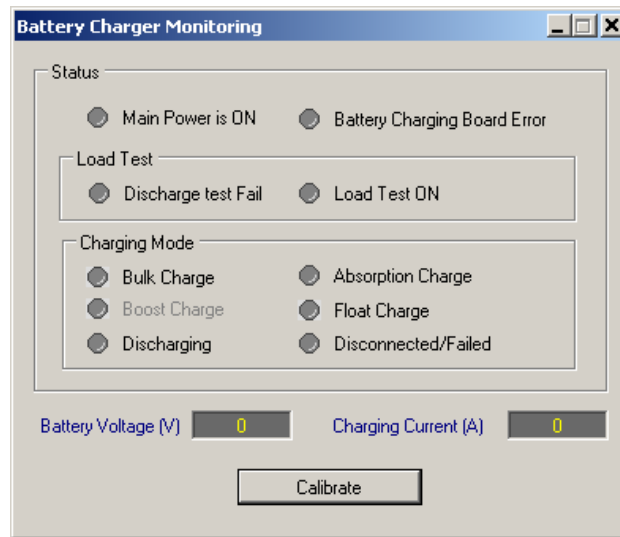

Figura 8 Pantalla de Estado del Monitoreo del Cargador de Batería
El M-2032B comunica el estado de la energía de la batería, la prueba de carga, el cargador, el voltaje de la batería y la corriente de carga al M-7679 que se puede ver desde IPScom / Monitor / Battery Charger Monitoring (Figura 8).
2. Seleccione **Calibrate** desde la pantalla de Monitoreo del Cargador de Batería (Figura 8). El IPScom mostrará la pantalla de "Confirmación de Calibración" (Figura 9). Asegúrese de que el Cargador de Batería este desconectado.